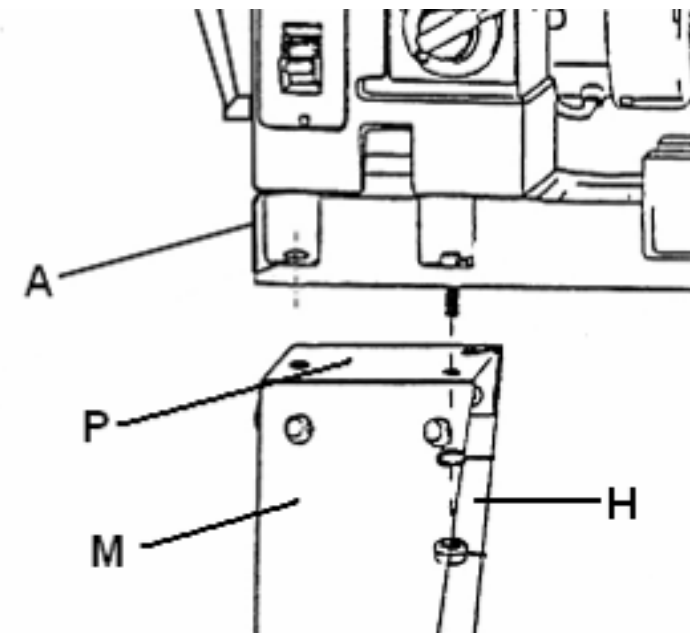

Рис. 4.
8.2. Установка машины на основании (Рис. 4)